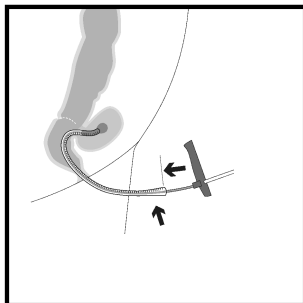

Fig. 3
14. Før skyveren via drentuben, og skyv tampongen fremover mot enden av overtuben (eller rektoskopet eller proktoskopet) ved hjelp av skyveren. Tuppen på tampongen er nå plassert på det dypeste punktet i lekkasjehulen (Fig. 3). I mellomtiden fortsetter du å holde overtuben (eller rektoskopet eller proktoskopet) godt på plass.